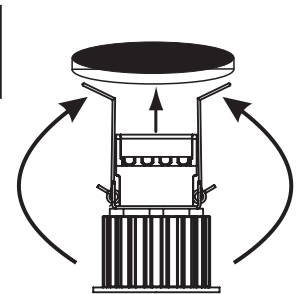

Figure 2
5. Route the wires back into the ceiling opening. Lift the two springs towards the terminal blocks and insert into ceiling opening. **(Figure 2)**
5. Faites passer les fils dans l'ouverture du plafond. Retirer les deux ressorts Vers les borniers et insérer dans l'ouverture du plafond. (Figure 2)